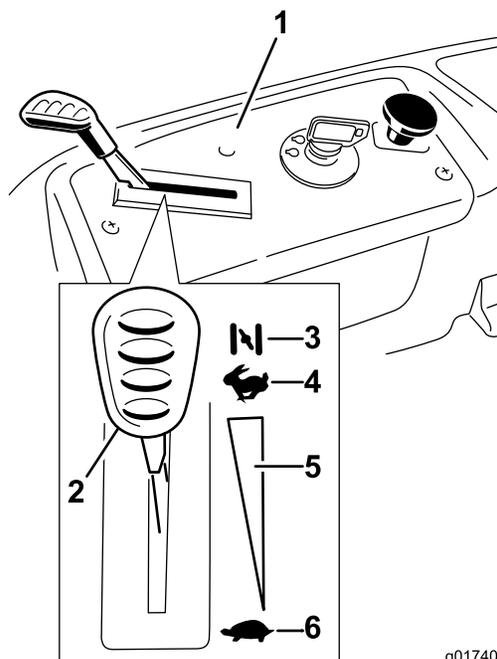

Figure 12
3. Placez la commande d'accélérateur en position Starter pour démarrer à froid (Figure 12).
- Lorsque le moteur a démarré, amenez progressivement la commande d'accélérateur en position de Haut régime (Figure 12). Si le moteur cale ou hésite, ramenez la commande d'accélérateur en position Starter pendant quelques secondes. Répétez l'opération si nécessaire.
3. Tournez la clé de contact en position arrêt (Figure 12) et enlevez la clé du commutateur d'allumage.